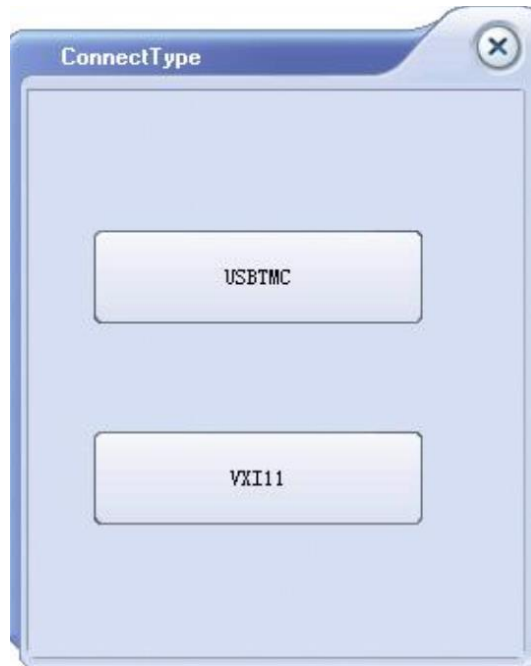

图 5-13 选择连接方式
4. 选择相应的升级文件后点击 Upgrade 按钮，弹出如图 5-13 所示的对话框，选择通过 USB (USBTMC) 或 LAN (VXI/11) 进行升级，当进度条限时完成的时候，升级完成，升级完成后仪器会立刻运行升级后的软件版本。